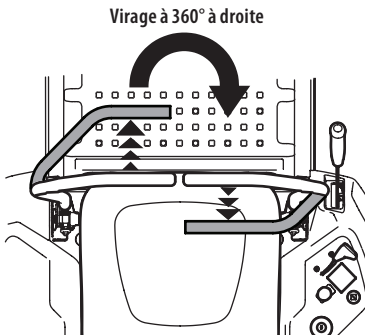

Figure 34
- Pour tourner à droite, poussez la barre de conduite gauche vers l'avant et tirez la barre de conduite droite vers l'arrière (Figure 34).